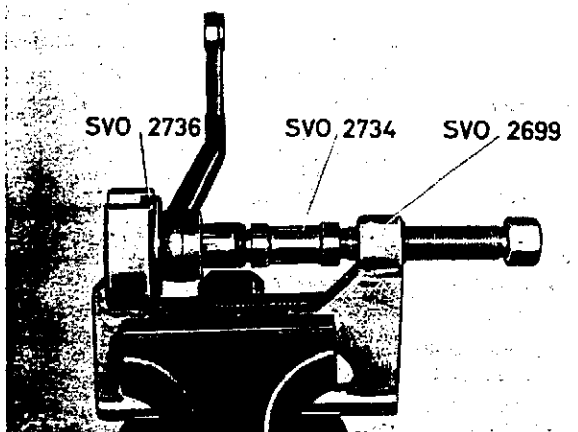

Abb. 65 Ausbau der Buchse im Umlenkhebel
3. Preßwerkzeug 2699 in einen Schraubstock einspannen und die Buchse mit Dorn 2734 und Gegenhalter 2736 gem. Abb. 65 aus dem Umlenkhebel herauspressen.